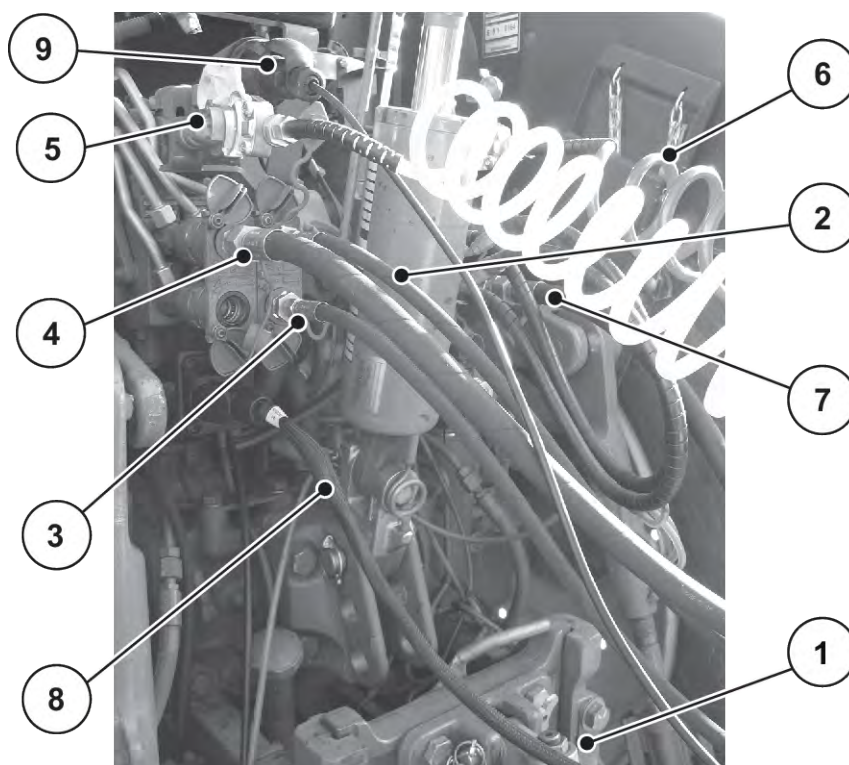

Рис. 26: Последовательность подключения линий машины на тракторе
См. Рис. 26
- ▶ Соблюдайте порядок подключения: См. Рис. 26 Последовательность подключения линий машины на тракторе
- ▷ См. *Рис. 26 Последовательность подключения линий машины на тракторе.*